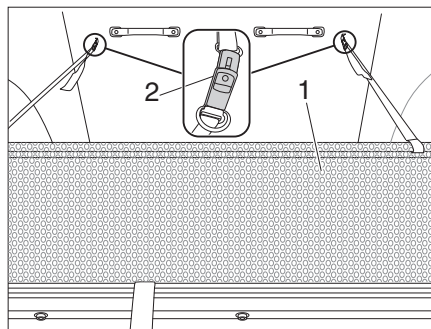

Bild 8 Herausfallschutz
- Herausfallschutz (Bild 8,1) unter der Matratze hervorziehen.
- Herausfallschutz mit Riemenschnalle (Bild 8,2) am Aufstelldach befestigen.
- Riemenschnalle (Bild 8,2) lösen.
- Herausfallschutz (Bild 8,1) unter der Matratze verstauen.